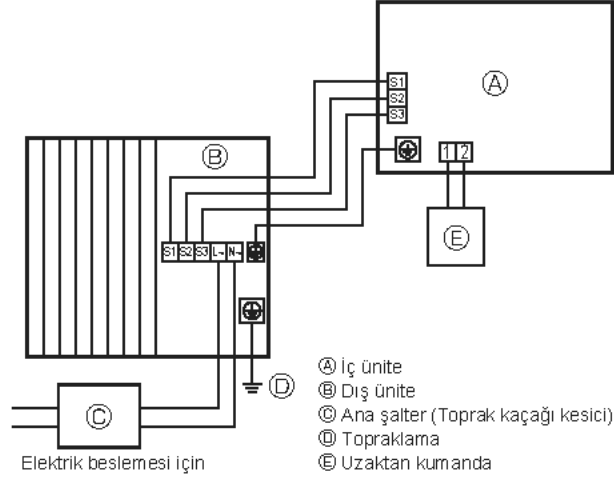
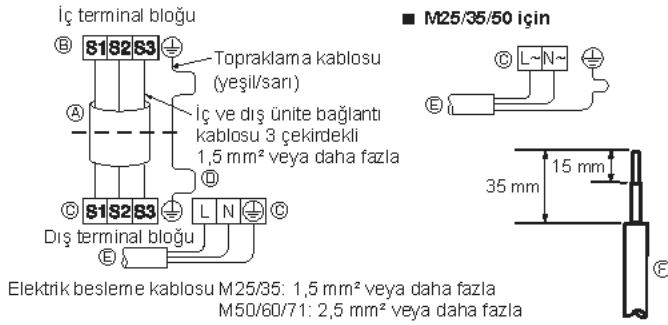
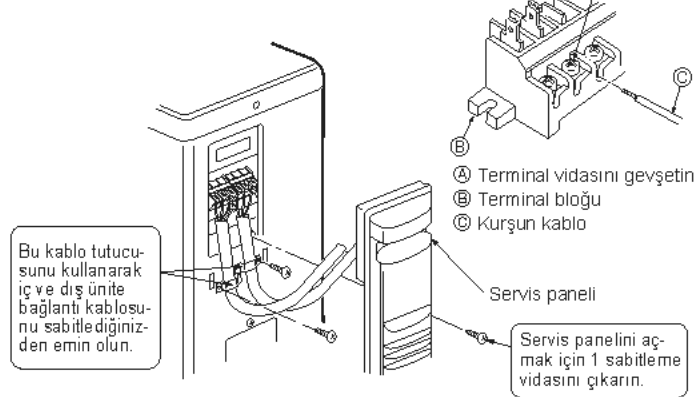
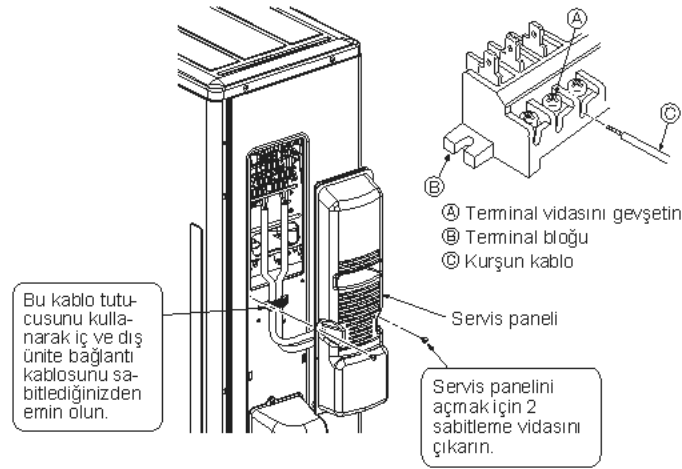

Fig. 6-1
Fig. 6-2
Fig. 6-3
Fig. 6-5
6.1. Dış ünite (Fig. 6-1, Fig. 6-2, Fig. 6-3, Fig. 6-4, Fig. 6-5)
① Servis panelini çıkarın.
② Fig. 6-1, Fig. 6-2, Fig. 6-3, Fig. 6-4 ve Fig. 6-5'e bakarak kabloları döşeyin.
- Kabloları alt sol taraftaki şemada gösterildiği gibi yerleştirin. (Yerel kablo temin edin) (Fig. 6-2)
- ① Bağlantı kablosu
- ② İç terminal bloğu
- ③ Dış terminal bloğu
- ④ Daima diğer kablolardan daha uzun bir topraklama kablosu monte edin.
- ⑤ Elektrik besleme kablosu
- ⑥ Kurşun kablo